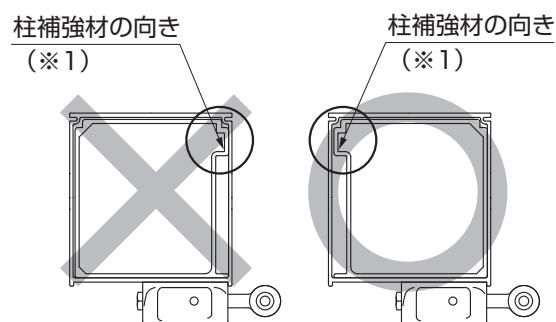

図4-5
- 補強材には向き (※1) がありますので注意してください。(図4-5参照)